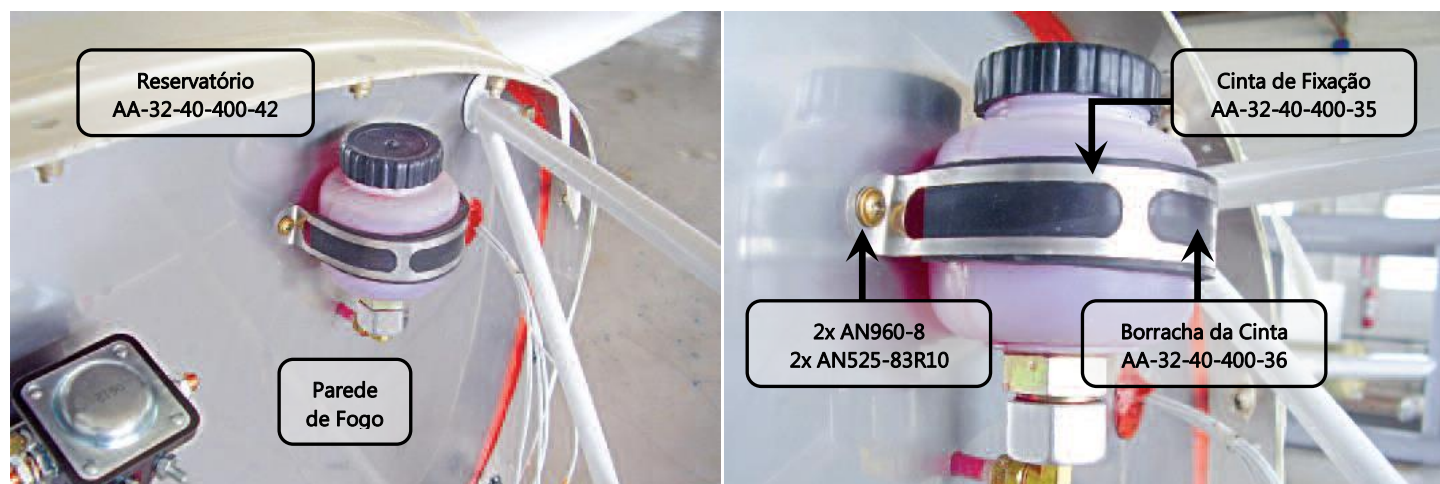

Figura 32.40.77 – Localização do reservatório de fluido de freio.
O reservatório de fluido de freio AA-32-40-400-42 é fixado na parede de fogo por uma cinta de fixação do reservatório do fluido de freio AA-32-40-400-35 e protegido por uma borracha da cinta AA-32-40-400-36, conforme mostrado na figura 32.40.77. Os hardwares de fixação são também mostrados na mesma figura.
1. Checar o nível de fluido de freio (Aeroshell Fluid 41 MIL-PRF-5606) no reservatório localiza-se a frente da parede de fogo, ver figura 32.40.77;